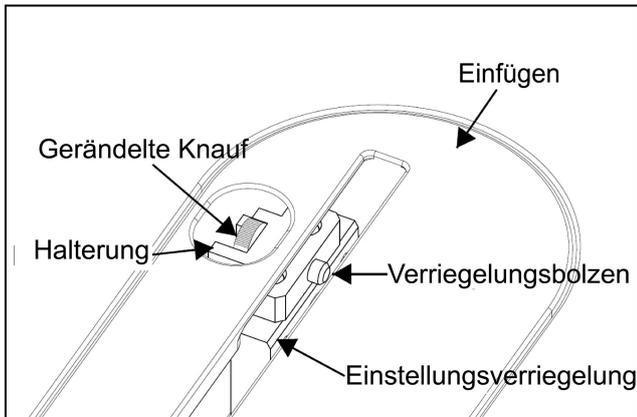

Abb.11
1. Schieben Sie den gerändelten Knopf heraus (siehe **Abb.11**) und drehen Sie ihn nach vorne, damit er in die obere Halterung einrastet.